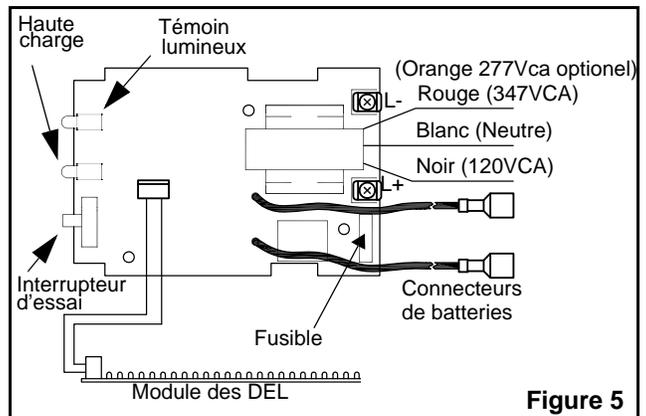

Figure 5
5. Effectuer les connexions nécessaires: l'unité accepte une tension de 120 et 347Vca. **Pour opération à 120Vca:** raccorder le fil noir au service de l'édifice (120V) et le blanc au neutre. **Pour opération à 347Vca:** raccorder le fil rouge au service de l'édifice (347V) et le blanc au neutre (voir fig.5). Pousser les fils dans la boîte de jonction.